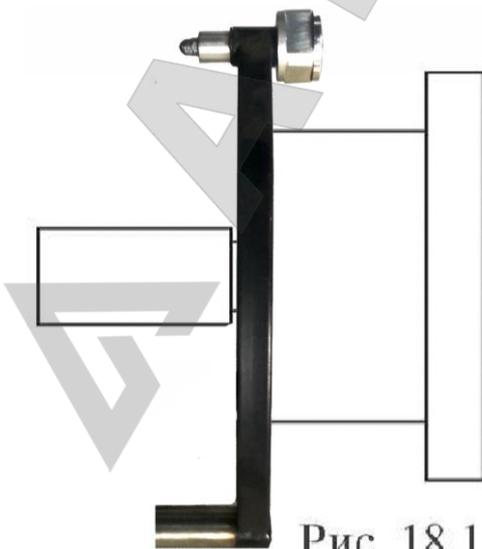
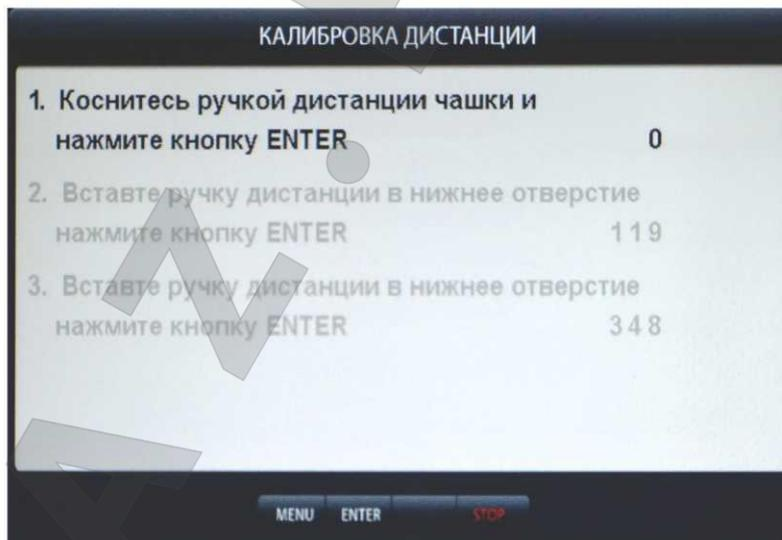

Рис. 18.1
рис.18.3
19.1.1. Калибровка тракта измерения дистанции. Для оценки погрешности устройства ввода дистанции выдвиньте штангу ввода параметров и уприте внешнюю боковую сторону её рукоятки в задний торец фланца вала, как показано на рис. 18.1. При этом на экране ввода геометрических параметров (см. рис.10.2) появится величина дистанции. Если величина дистанции не равна  $135\pm 5$  мм, то устройство ввода дистанции требует калибровки.
Нажмите кнопку «MENU», в открывшемся окне MENU выберите пункт «Калибровка», нажав соответствующую кнопку в верхнем ряду клавиатуры. Откроется окно КАЛИБРОВКА. Выберите п. 2 «Калибровка дистанции» нажав кнопку 2 в верхнем ряду клавиатуры, откроется окно КАЛИБРОВКА ДИСТАНЦИИ (рис.18.3). Выдвиньте штангу ввода параметров, уприте внешнюю боковую сторону её рукоятки в задний торец фланца вала, как показано на рис. 18.1 и нажмите кнопку «ENTER». В окне КАЛИБРОВКА ДИСТАНЦИИ выделится второй пункт: «2. Вставьте ручку дистанции в нижнее отверстие, нажмите кнопку «ENTER»